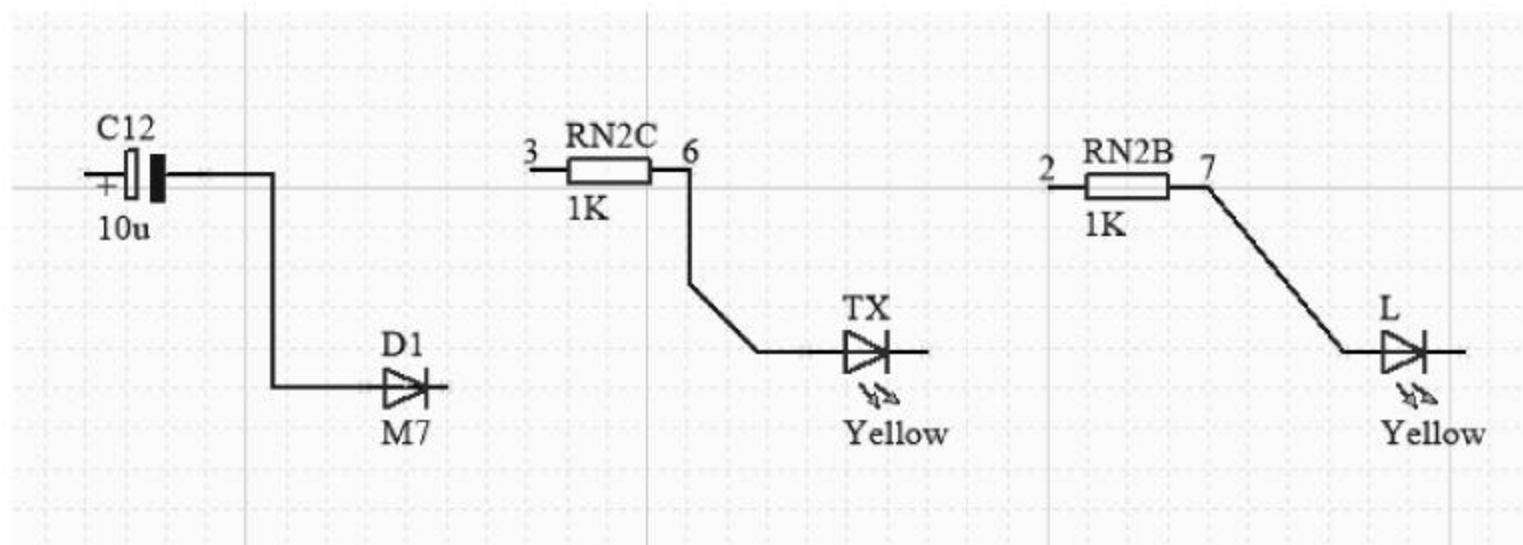

图 4-23 导线的 3 种转折模式
(1) 将光标移到要绘制导线的起点(建议用户把电气栅格打开,按快捷键 Shift+E 可打开或关闭电气栅格)。若导线的起点是元器件的管脚,当光标靠近元器件管脚时,光标会自动吸附到元器件的管脚上,同时出现一个红色的×(表示电气连接的意思)。单击鼠标左键确定导线起点。
(2) 将光标移到导线折点或终点,在导线折点或终点处单击鼠标左键确定导线的位置。每折一次都要单击鼠标左键一次。导线转折时,可以通过按 Shift+空格键来切换导线转折的模式。如图 4-23 所示为导线的 3 种转折模式。